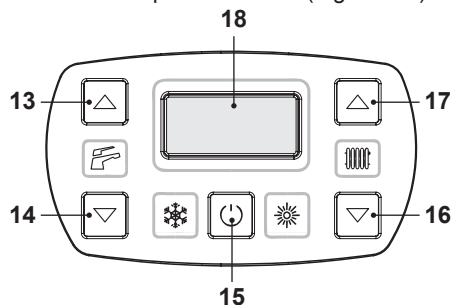

Figura 8.3
- Entrare in "modalità programmazione" premendo contemporaneamente per 10 secondi i tasti 15 - 16 - 17 (Figura 8.3) fino a far apparire sul display LCD le lettere Pr
- Premere contemporaneamente i tasti 15 e 17 (Figura 8.3) fino a far apparire sul display LCD il valore del parametro 05 (00=G20) (Figura 8.6).
- Premendo il tasto 15 (Figura 8.3) si ottiene la conferma del valore inserito.
- Premendo contemporaneamente i tasti 15 e 16 (Figura 8.3) si esce senza modificare il valore (ritorno alla lista parametri Figura 8.5)
- Premendo contemporaneamente per 10 secondi i tasti 15 - 16 - 17 (Figura 8.3) si esce dalla "modalità programmazione".